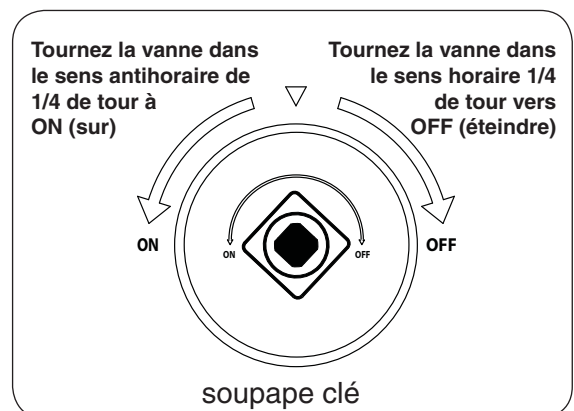

Fig. 40-2
4. **Une fois que le match est en feu et en position**, tournez la vanne clé sens anti-horaire d'un tour à la position **ON** (sur) 1/4 (voir Fig. 40-2). Votre brûleur devrait s'allumer.
Pour éteindre votre brûleur à gaz, tourner la soupape clé vers la droite d'une tour à la position **OFF** (éteindre) 1/4 (voir Fig. 40-2). Assurez-vous que la vanne clé est tournée entièrement au large pour éviter toute fuite de gaz.